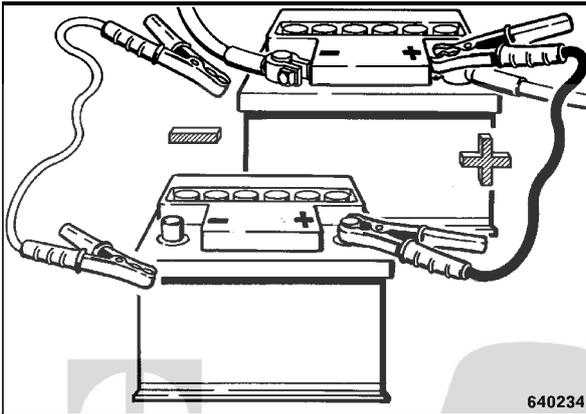

fig. 33
- Lors d'un démarrage à l'aide d'une batterie auxiliaire, brancher tout d'abord les bornes Plus entre elles (fig. 33). Ensuite seulement brancher les bornes Moins entre elles (câble de masse).